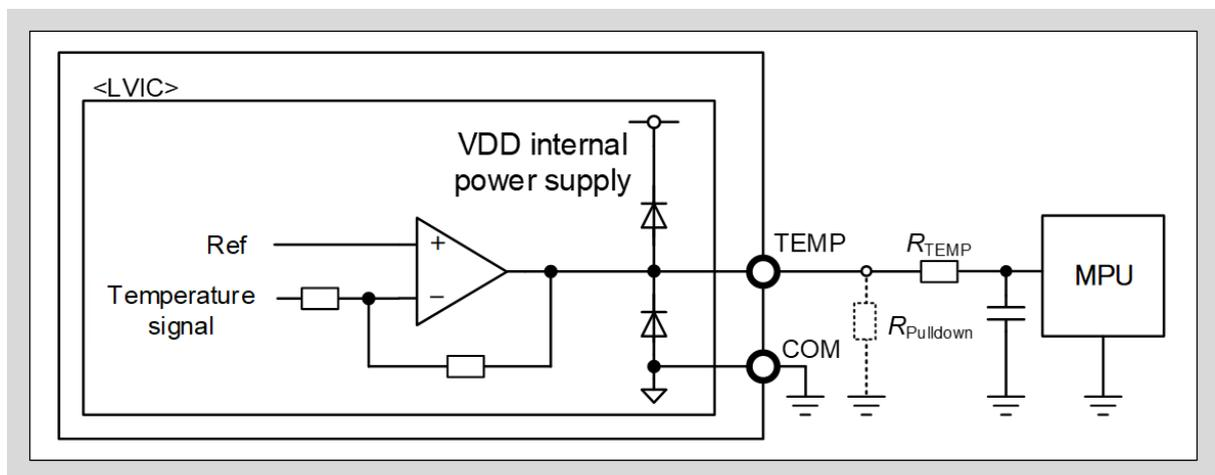

图3-23 TEMP 引脚和MPU I/O 的推荐连接电路
- 如图3-23 所示，温度输出 TEMP 引脚可以直接与 MPU 连接。推荐在 MPU 连线时追加旁路电容  $C_{TEMP}$  和 10kΩ 以上的尖峰电流限流电阻  $R_{TEMP}$ 。这些连线尽可能做到最短连接。
- 如图3-23 所示，TEMP-COM 引脚间电气上有二极管相连。这些二极管是为了保护 IPM 免受浪涌电压影响而内置的。如果将其作为稳压管使用，可能会导致本产品损坏，因此请不要将其作为稳压管用于电压钳位。